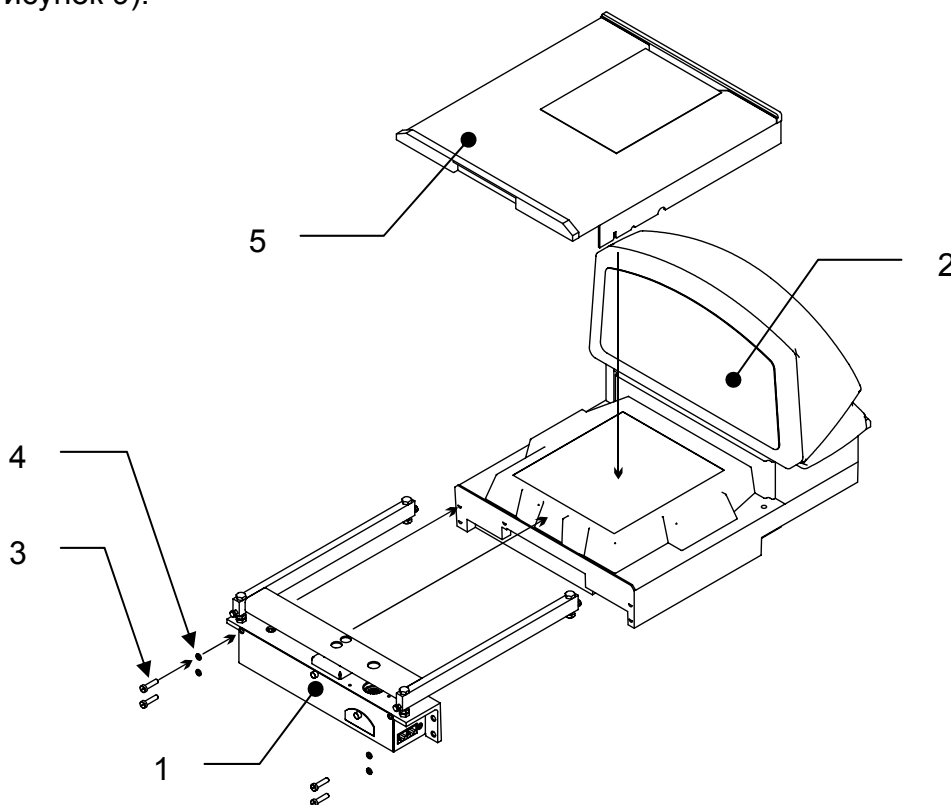
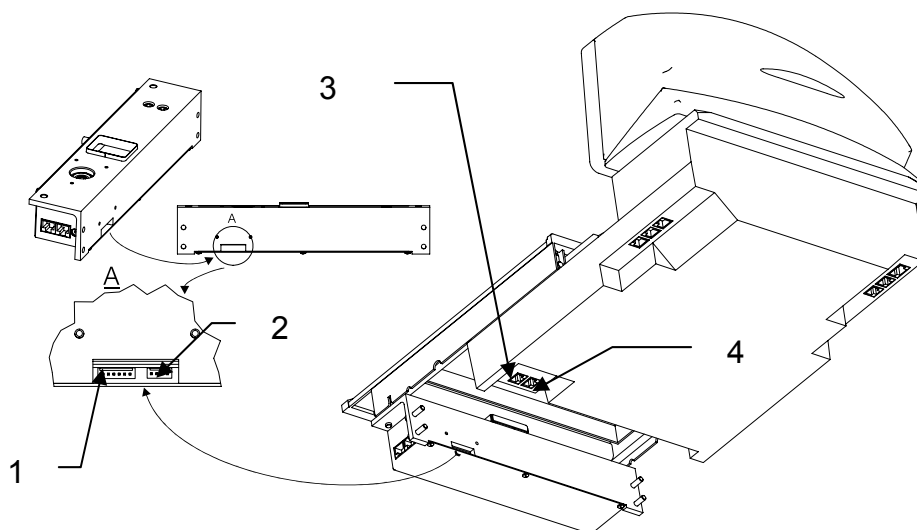

Рисунок 9. Порядок сборки весов Штрих VM100M
Рисунок 10. Подключение весового модуля к сканеру
1. Прикрепить весовой модуль 1 к сканеру 2 с помощью винтов 3 и шайб 4 (см. Рисунок 9).
2. Соединить разъемы 1 и 2 (см. Рисунок 10) весового модуля 1 (см. Рисунок 9) с разъемами 3 и 4 (см. Рисунок 10) сканера 2 (см. Рисунок 9) с помощью прилагающихся кабелей (разъем 1 с разъемом 3, разъем 2 с разъемом 4).
3. Положить на раму весового модуля 1 весовую платформу 5 (см. Рисунок 9).